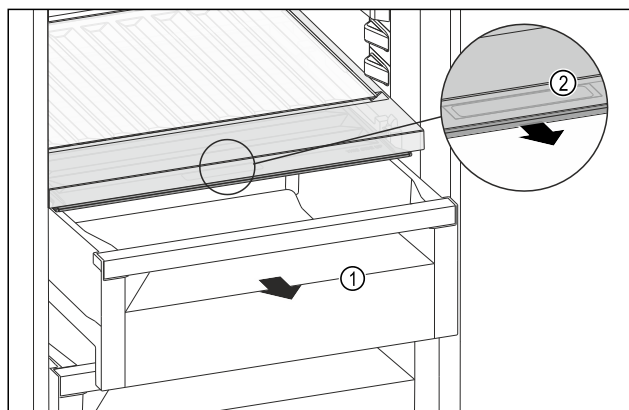

Fig. 189
- Витягніть висувний ящик Fig. 189 (1).
- Візьміться за потайну ручку Fig. 189 (2) на кришці відділення й одночасно потягніть кришку відділення вперед.